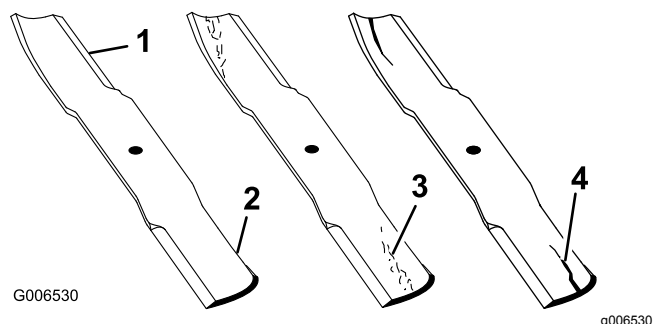

Figure 43
1. Examinez le tranchant des lames (Figure 43).
4. Remplacez immédiatement toute lame fendue, usée ou qui présente une entaille (Figure 43).